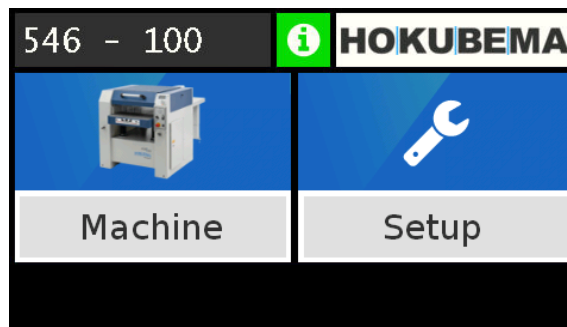

Figure 48 : écran « prêt au service »
- Dès que le menu principal affiche une image claire et nette, la commande de positionnement et la machine sont prêtes à fonctionner (voir ⇒ Figure 48).